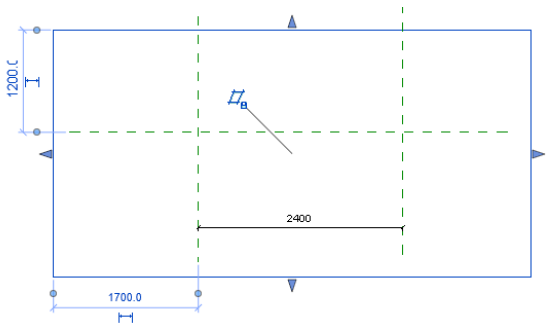

图 10-50 设置拉伸参数
5) 单击“模式”面板中的“完成编辑模式”按钮, 在“属性”选项板中设置“拉伸起点”为“0.0”, “拉伸终点”为“-1100.0”, 如图 10-50 所示, 单击“应用”按钮, 完成拉伸模型的创建。